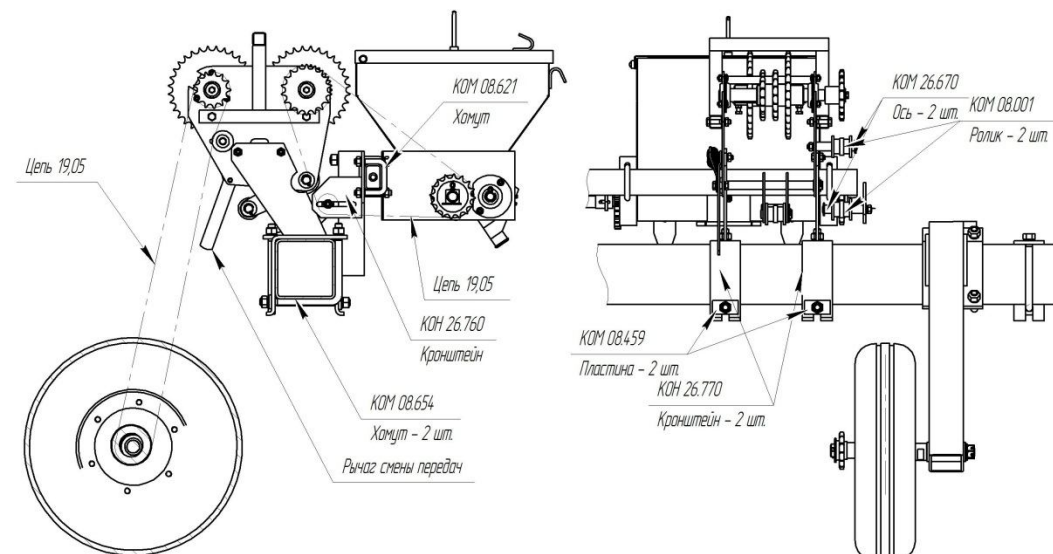

Рисунок 3 – Привод туковысевающих аппаратов
3.5 Регулировка натяжения цепи на редукторе привода туковысевающих аппаратах осуществляется при помощи натяжников с роликами КОМ 08.001 (рис.3). Изменение норм высева минеральных удобрений осуществляется ослаблением натяжения цепи в приводном редукторе с помощью рычага и перестановкой цепи на звёздочки с требуемым числом зубьев.
- цепь привода туковысевающих аппаратов: с помощью натяжников 1 и 2 (рис. 3);